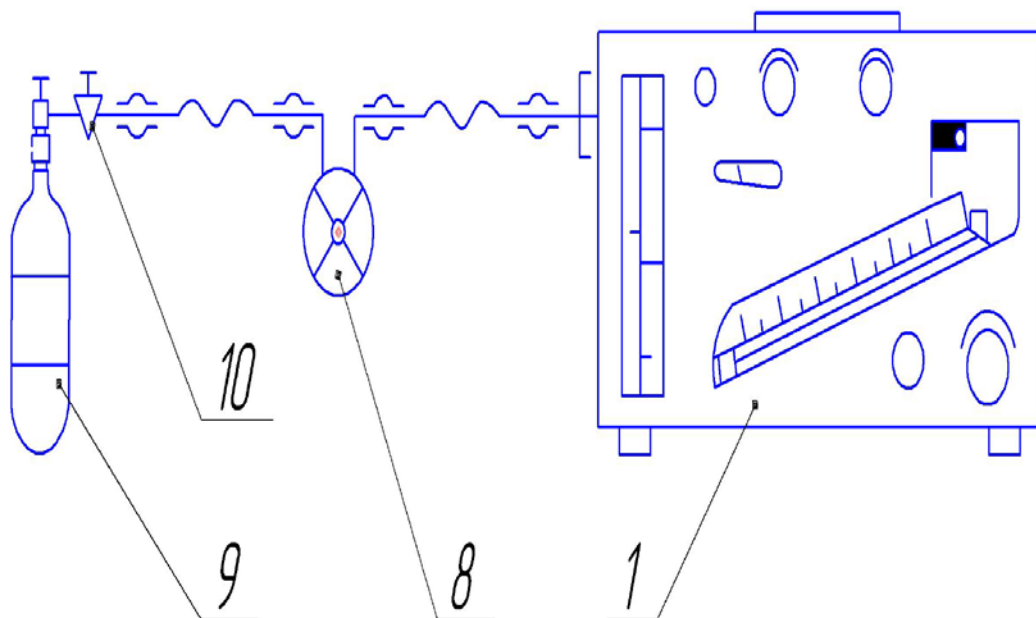

Рисунок 12 – Схема для определения погрешности реометра
12.4.8 Для определения основной погрешности реометра соберите схему, как показано на рис. 12, установите в приборе рычаг КЛАПАН в положение ЗАКР., маховичок КР – в положение РЕОМЕТР, а маховичок КЭ – в положение НАГНЕТ. Штуцер манометра-реометра должен быть открыт.